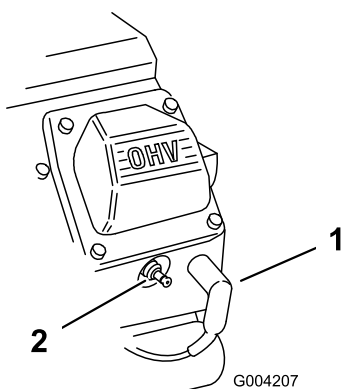

Figura 48
2. Desconecte los cables de las bujías (Figura 48).
3. Conecte los cables a las bujías (Figura 48).